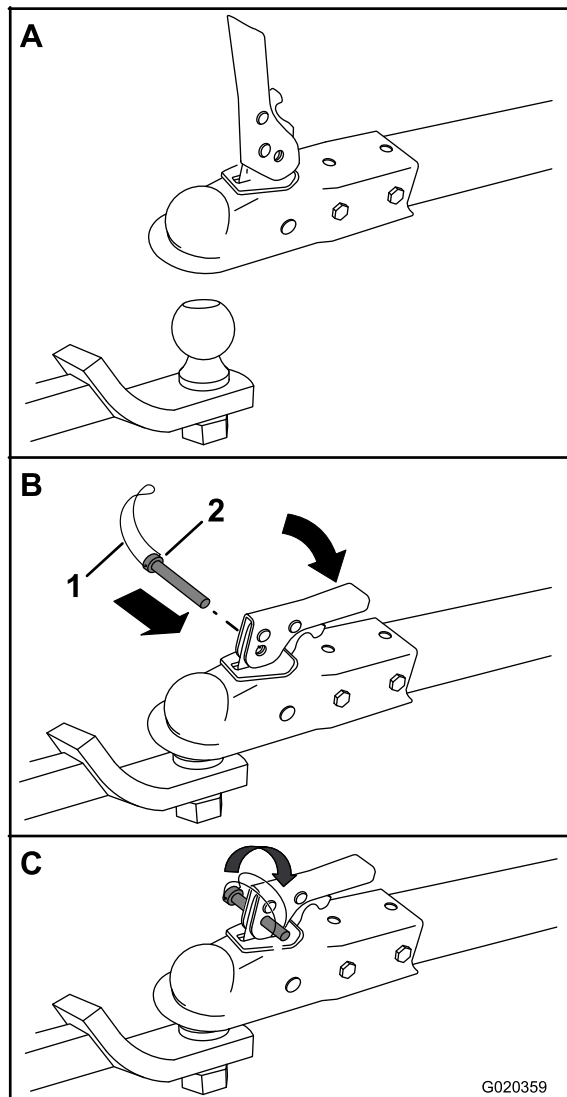

Figura 16
2. Abra la palanca del acoplamiento (Figura 16).
3. Posicione el acoplamiento sobre la bola de enganche (Figura 16).
4. Cierre la palanca del acoplamiento (Figura 16).
5. Abra el seguro del pasador de seguridad e introduzca el pasador a través del taladro del acoplamiento (Figura 16).
6. Gire el extremo libre del seguro sobre el extremo del pasador de seguridad que sobresale del acoplamiento (Figura 16).